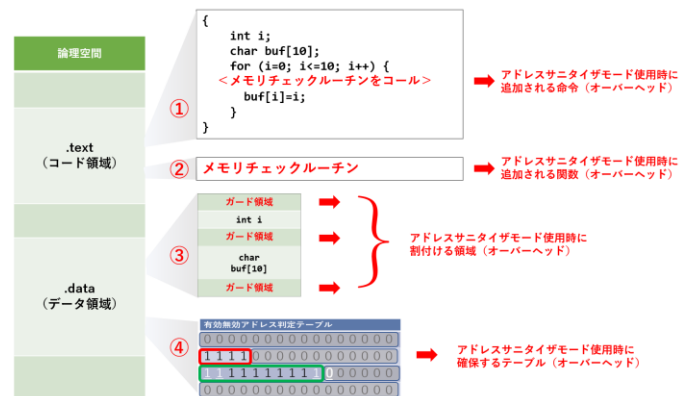

図 3-3 アドレスサニタイザモード使用時のメモリ消費量オーバーヘッド
アドレスサニタイザモードでデバッグをする場合、以下の理由により図 3-3 に示すようなメモリ消費量のオーバーヘッドが発生します。
- ・ アドレス判定のためのチェックルーチンを呼ぶためのコード（図 3-3 ①）
- ・ チェックルーチン（図 3-3 ②）
- ・ 変数の前後のガード領域（図 3-3 ③）
- ・ アドレス有効無効テーブル（図 3-3 ④）